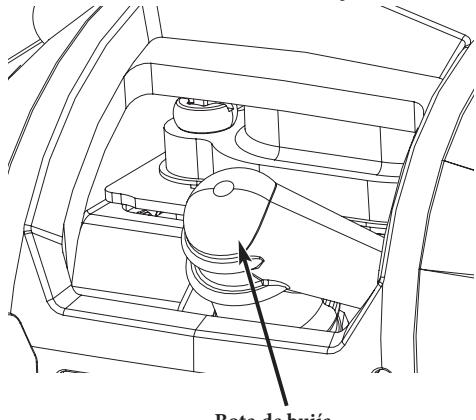

Fig. 14
2. Sujete la funda de la bujía firmemente y sáquela de la bujía (Fig. 14).